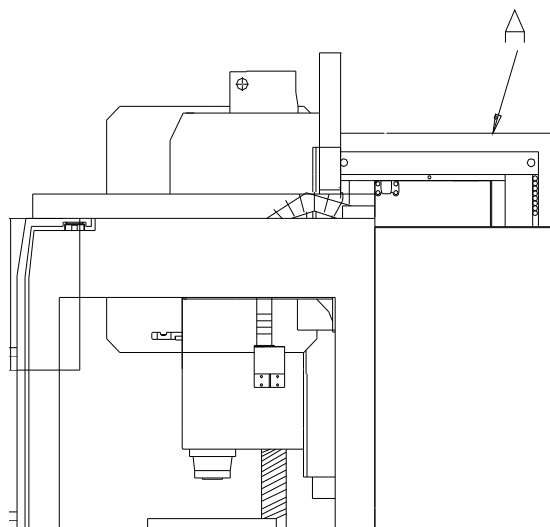

FIG. 6.4.2 GREASING TO COUNTERWEIGHT ROLLER CHAIN
- b. THE SPINDLE HEAD IS CONNECTED WITH THE COUNTERWEIGHT THROUGH THE ROLLER CHAIN A AS SHOWN IN FIG 6.4.2. ALTHOUGH SELECTED ROLLER CHAIN CAPABLE OF WITHSTANDING THE REQUIRED LOAD IS USED, BE SURE TO GREASE THE CHAIN ONCE EVERY 6 MONTHS.